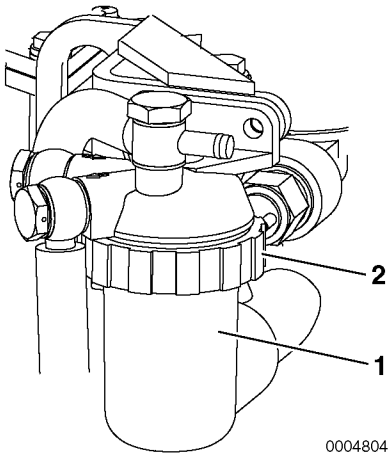

Figure 8
3. Retirez le boîtier du filtre en desserrant la bague de rétention (**Figure 8, (2)**). Tournez la bague vers la gauche à l'aide d'une clé à filtre.
4. Retirez le boîtier (**Figure 8, (1)**) puis retirez l'élément. Remplacez l'élément par un nouveau.